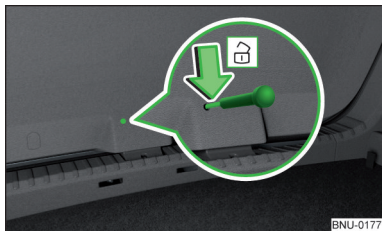

Fig. 335
- › Insérez un tournevis ou un outil similaire dans l'ouverture de l'habillage » fig. 335 jusqu'en butée.